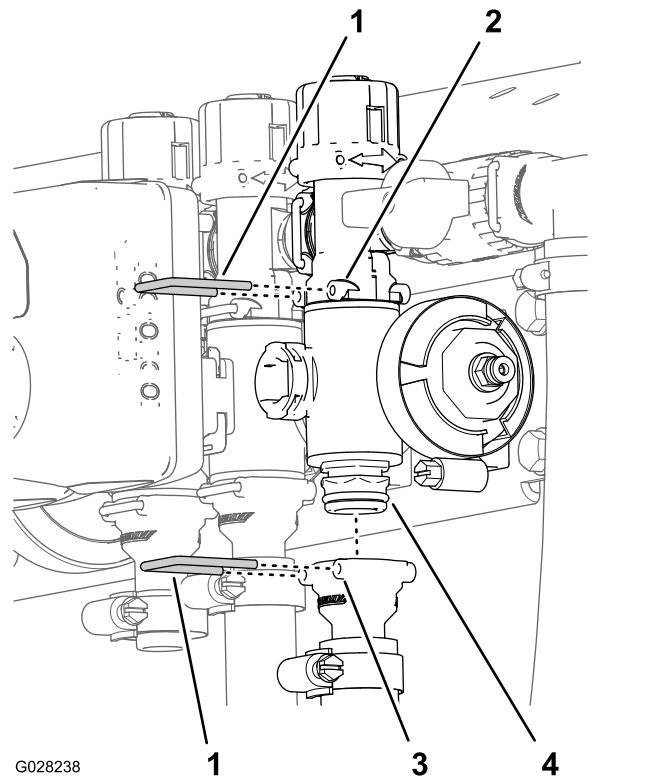

Figura 105
2. Retire os retentores que fixam a união de saída ao coletor da válvula da secção e o coletor da válvula da união de derivação (Figura 105).